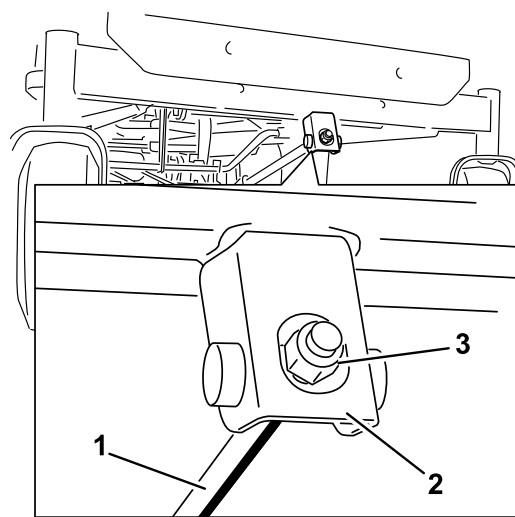

Figura 62
6. Para ajustar inclinação da lâmina da frente para trás, rode a porca de ajuste na parte da frente do cortador (Figura 62).